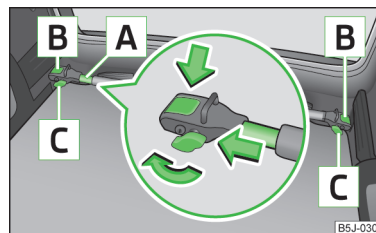

Fig. 73
- Slăbiți și extrageți puțin șuruburile de siguranță **C** » fig. 73, astfel se deblochează elementele de susținere **B**.